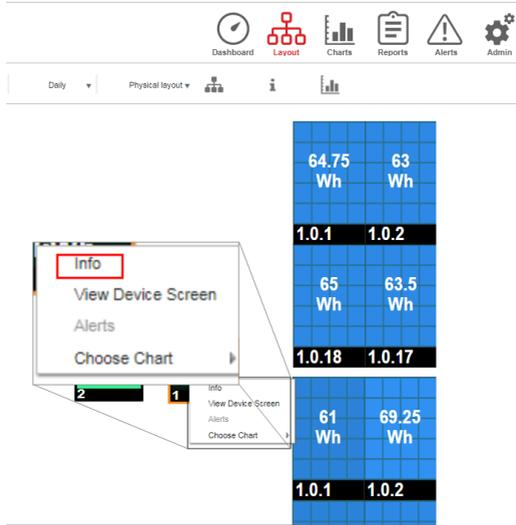
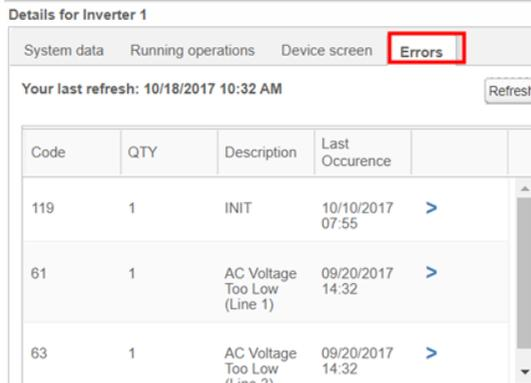

Figure 36: Menu de l'onduleur
Figure 37: Détail de l'onduleur - liste des erreurs
2. Cliquez avec le bouton droit sur l'onduleur et sélectionnez **Infos** dans le menu (Figure 36). La fenêtre de détails de l'onduleur s'affiche (Figure 37).